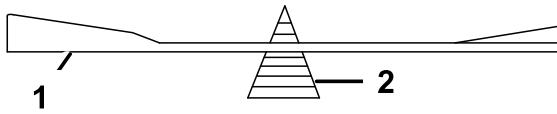

Figure 96
- 2. Vérifiez l'équilibre de la lame en la plaçant sur un équilibrEUR (Figure 96).